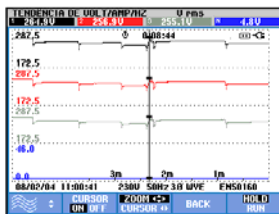

Figura 17-6. Exibição de tendência com cursor e zoom ativados
- Pressione F3 para atribuir as teclas de seta à operação do zoom. As teclas de seta esquerda/direita podem ser usadas agora para expandir e encolher as tendências horizontalmente, como mostrado na Figura 17.6. As teclas de seta para cima/baixo fazem isso na direção vertical. Se o cursor estiver ativado, o zoom horizontal funcionará simetricamente ao redor do cursor; se estiver desativado, o zoom horizontal funcionará a partir do lado direito da tela. O zoom vertical funciona ao redor do centro da tela.